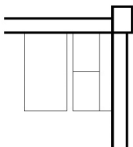

图 4.49 绘制桌子
② 在指定另一个角点或 [面积(A)/尺寸(D)/旋转(R)]: 提示下, 输入 “@-650, -1200” 后按 Enter 键结束命令, 绘制出如图 4.49 所示的 1200mm 长、650mm 宽的桌子。